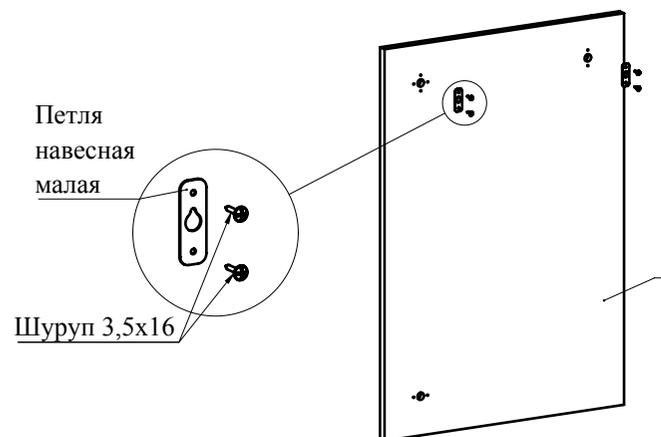

Рис.1
1. С помощью шурупов 3,5x16 прикрутите петли навесные малые к детали 1 (Рис.1).